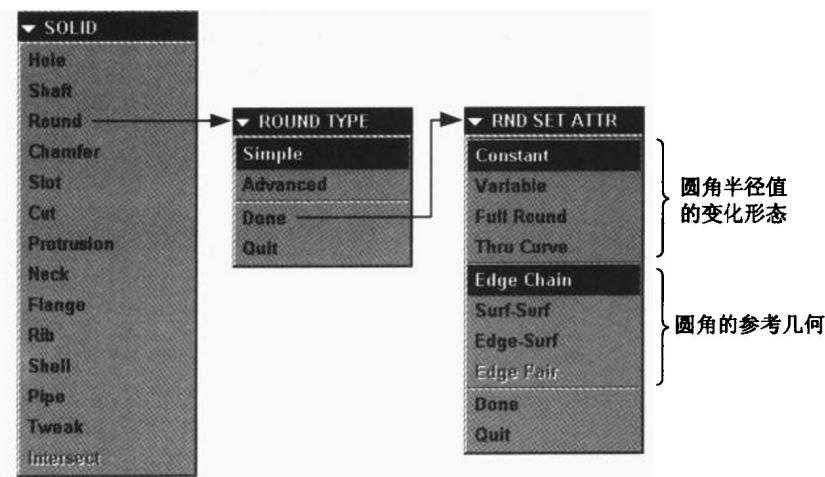

图 1.3
1. Attributes（属性）：用来指定下列两项内容（见图 1.3）。